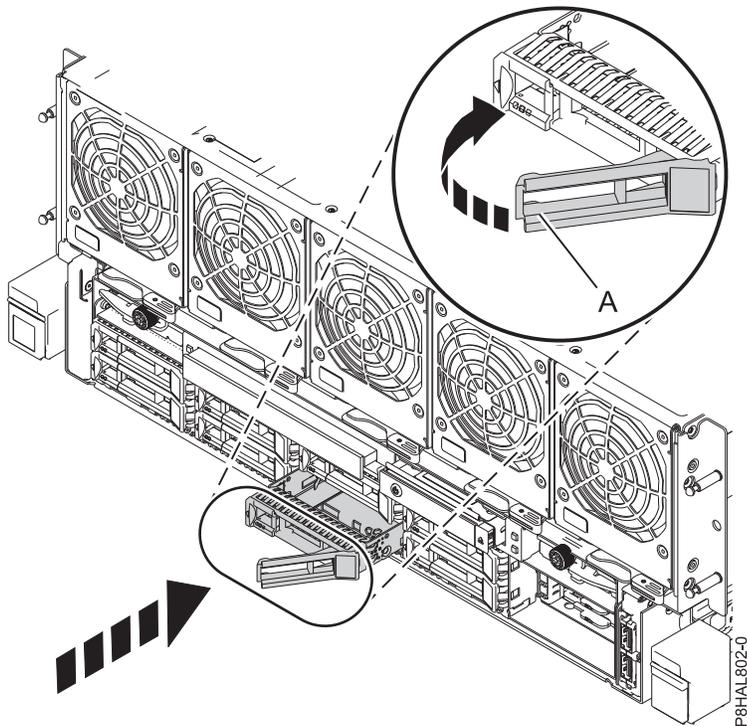

Figura 13. Instalar uma unidade de disco num sistema de 8408-44E ou 8408-E8E
4. Desbloqueie a pega do compartimento de unidade (A) apertando-a e puxando-a para fora. Se a pega não estiver completamente fora, a unidade não deslizará para dentro do sistema. Consulte Figura 13 na página 22.
8. Quando o LED identificador pisca para a ranhura seleccionada, faça deslizar a unidade completamente para a ranhura empurre a pega do compartimento de unidade (A) até bloquear, como mostrado na Figura 13 na página 22.